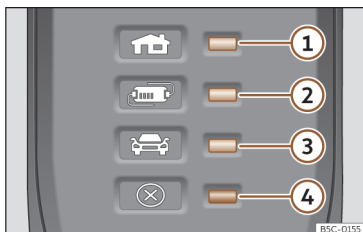

Fig. 61 No cabo de carregamento para tomadas de corrente: Luzes de controlo do dispositivo de proteção.
>>> **Fig. 61:**
>>> **Fig. 61** faz com que o conector de carregamento permaneça sem corrente até se ligar na tomada de carregamento do veículo.
Uma ou várias luzes de controlo >>> **Fig. 61** ①, ② ou ③ acendem a verde.
Indicação >>> Fig. 61	Significado
①, ④ piscam	O conector para a habitação aqueceu muito.
②, ④ piscam	O dispositivo de proteção foi aqueceu muito.
Se o processo de carregamento continuar com uma corrente inferior, além do indicador de funcionamento, pisca a luz de advertência >>> Fig. 61 ④ a vermelho.
- Se voltar a ocorrer um desligamento ou redução da corrente de carregamento e a causa não parece ser a exposição a uma fonte de calor externa, observe que luz de controlo verde pisca >>> Fig. 61. Para a verificação do cabo de carregamento, dirija-se a um concessionário especializado CUPRA ou a qualquer concessionário da rede SEAT. Para a verificação da ligação da infraestrutura, dirija-se a um estabelecimento especializado em instalações elétricas.
Se a luz de advertência ④ vermelha piscar ou acender sem que se acenda por sua vez de forma permanente uma luz de controlo >>> Fig. 61 ①, ② ou ③ o indicador de funcionamento, há uma avaria.